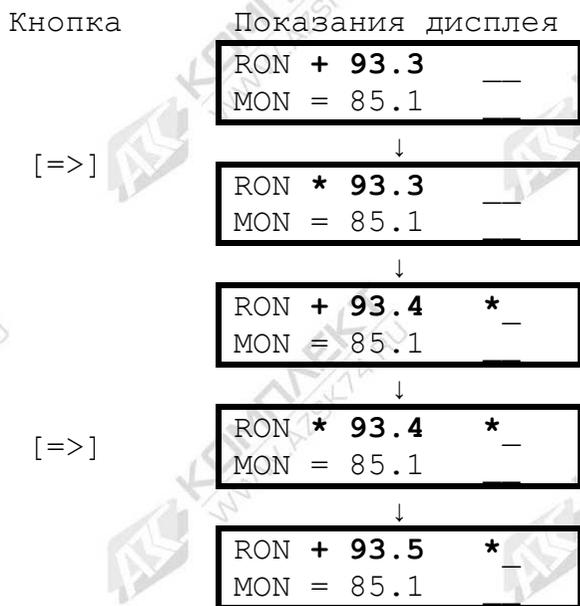

Рис. 6. Пример выполнения операции «+»
3.6.5. Довести значение корректируемого параметра до требуемой величины. Для этого необходимо производить нажатие кнопок [\leq] или [\geq]. При этом знак операции временно заменяется знаком «*» (прибор обрабатывает поступившую информацию), а затем значение параметра изменяется. На рис.6 и 7 представлены примеры выполнения операций «+» и «<». Каждое нажатие кнопок [\leq] или [\geq] при использовании операций «+» и «<» производит изменение параметра на 0.1 ед. октанового (цетанового) числа. При использовании операций «<» и «>» изменение на 0.1 ед. октанового (цетанового) числа происходит не всегда, поэтому следует произвести при необходимости несколько нажатий.